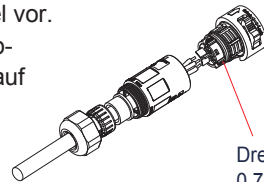

Abb. 22
2. Führen Sie das AC-Kabel durch die Anschlussabdeckung, und schrauben Sie die drei Kabel fest auf die Anschlüsse (Abb. 22).